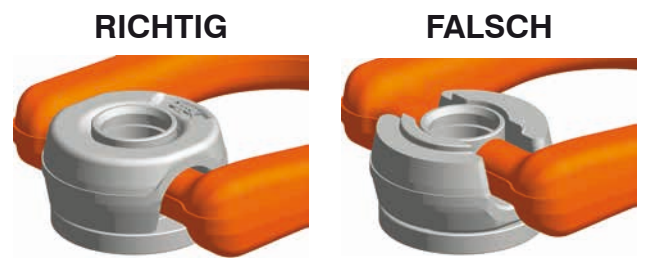

Bild 6: Korrekte Montage der Hülse
- C. Stecken Sie den Ringhalter auf die Hülse, die Aussparungen am Ringhalter liegen nun über den Noppen des Rings. Beachten Sie den richtigen Einbau der Hülse (siehe Bild 6).